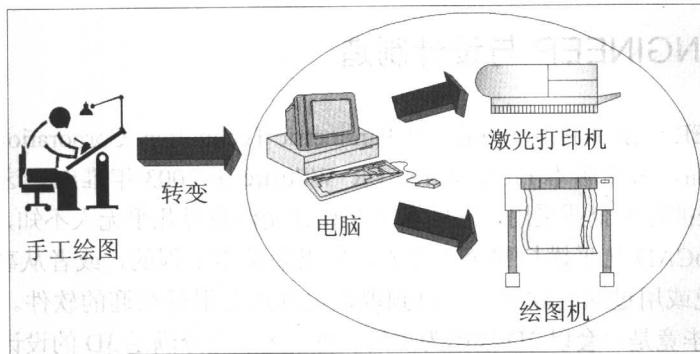

图 1.2
(1) CAD(Computer Aided Design): 是计算机辅助设计的意思，它扮演着制图革命的角色，淘汰了传统的制图工具，将设计制图的工作移转到计算机上进行，如图 1.2 所示。不仅提高了绘图效率，而且提高了绘制图形的精确性与编辑图形的方便性，同时，大大地节省了储存图形文件的空间，目前被广泛应用于机械制图、工程规划流程图、电子电路图、土木建筑、室内设计及其他相关领域。